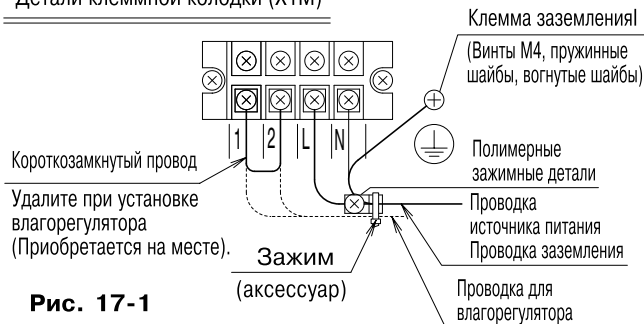

Рис. 17-1
- Проведите проводку источника питания и проводку заземления через сквозное отверстие для проводки в блок электрических компонентов и закрепите ее с помощью входящего в комплект зажимного приспособления после подключения проводов к клеммным колодкам. (См. рис. 17-1, 17-2)
- Прикрепите зажимными приспособлениями к проводу источника питания. (См. рис. 17-1)